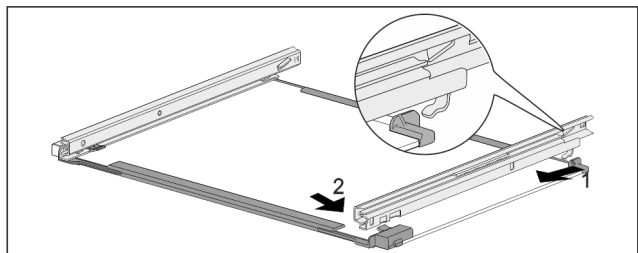

Fig. 181 Скляна пластина з рейками
- ▶ Зачепити рейку ззаду. Fig. 181 (1)
- ▶ Зафіксуйте рейку спереду. Fig. 181 (2)